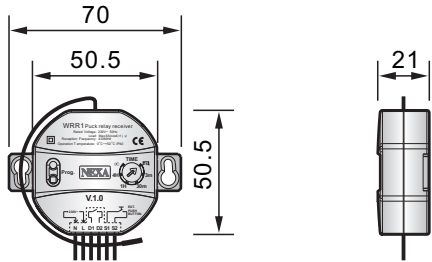

fig.1
3.1 Dimensioner: 70 x 50.5 x 21mm (se fig.1)